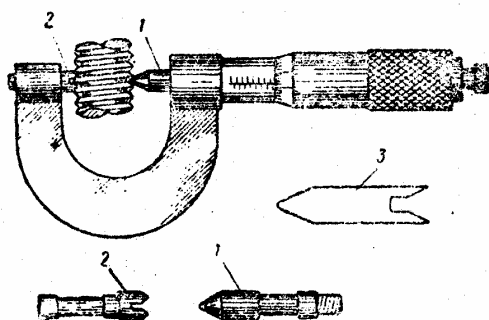

图1 螺纹千分尺的构造原理图
1. 螺纹千分尺：图1所示为螺纹千分尺的构造原理图。它与外径千分尺相似，只是在测量砧上装有特殊的测量头1和2，用它们可测普通外螺纹中径。测量时用样板3来调零，每对测量头只能测量一定螺距范围的螺纹，使用时可根据被测件的螺距的大小按附件表选择测头。